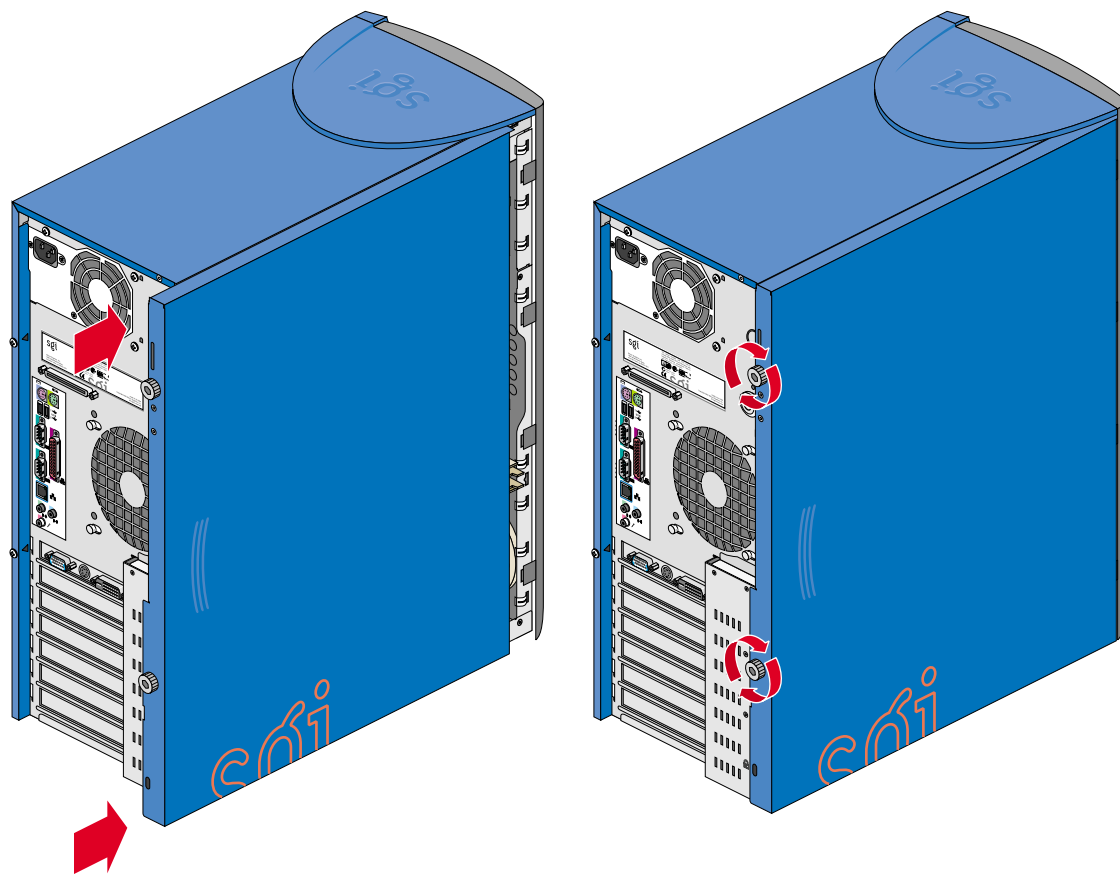

図2-39 サイドパネルを正しい位置にすべらせる
- サイドパネルが正しい位置に完全にはまるまで、サイドパネルを本体の前方にすべらせます。図2-39にその手順を図示します。